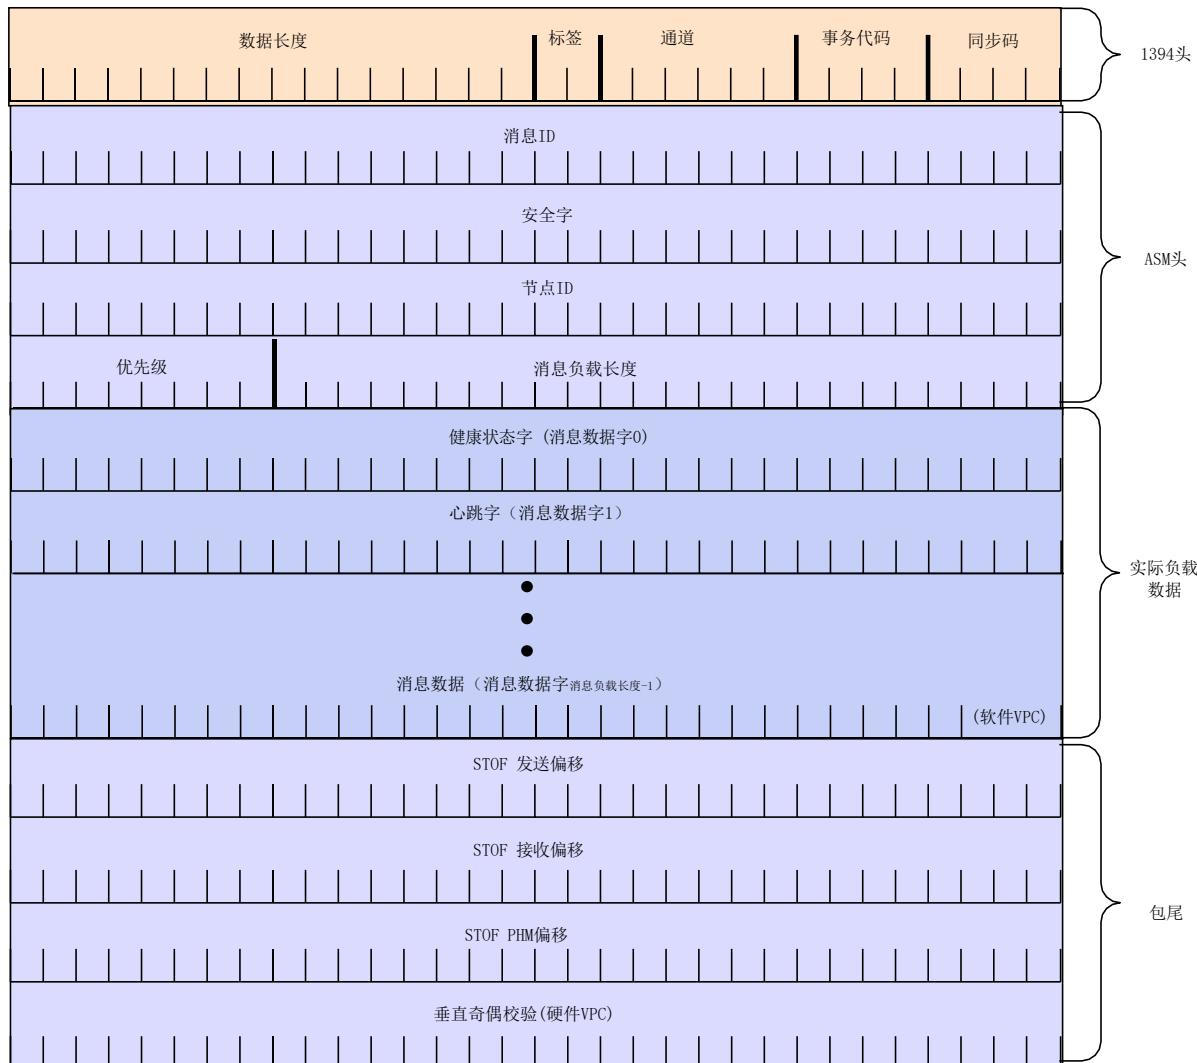

图 2 发送数据区格式
- `pbuf`: 待更新的 ASM 数据缓冲区地址，其格式如图 2 所示
功能说明：获取接收缓冲区中的索引数据本身的地址，其值为相对于本缓冲区首地址的偏移地址，缓冲区中数据的格式参见图 2 发送数据区格式。